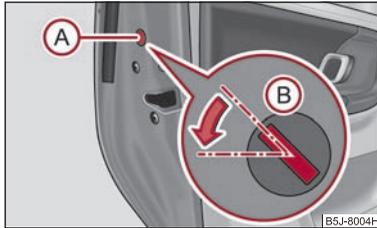

Abb. 27 Notverriegelung der Tür
- Bauen Sie die Blende **(A)** ab ⇒ Abb. 27.